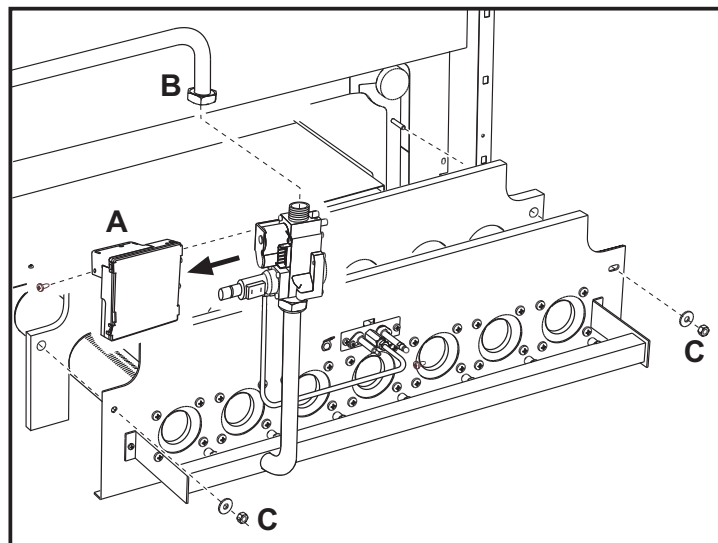

fig. 7 - Modelli PEGASUS - 67 2S, 77 2S e 87 2S
- Smontare la centralina elettronica di controllo fiamma "A" dalla valvola gas (fig. 7).
- Svitare il dado "B" che fissa il tubo adduzione gas a monte della valvola gas (fig. 7).